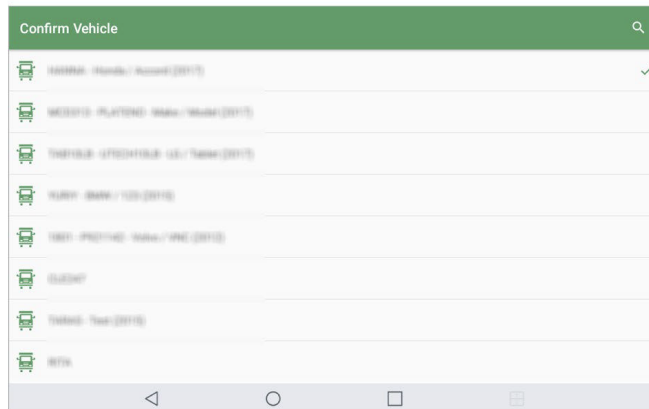

IMAGEN 4
4. Selecciona tu vehículo de la lista (imagen 4). Si el número de tu vehículo no aparece en la lista, por favor, comunícate con tu gestor de flota.